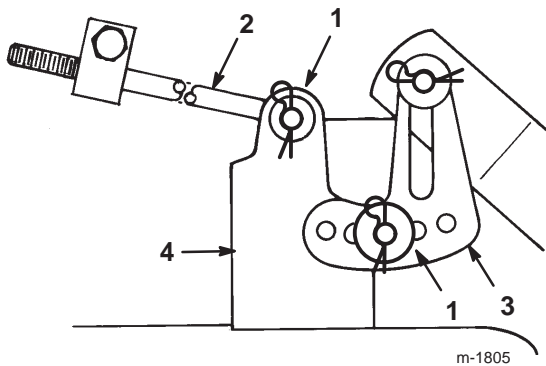

Figure 48
10. Enlevez la goupille fendue et la rondelle de la patte de mise à niveau (Fig. 48).
11. Fixez la patte de mise à niveau dans un autre trou à l'aide de la rondelle et de la goupille fendue (Fig. 48).